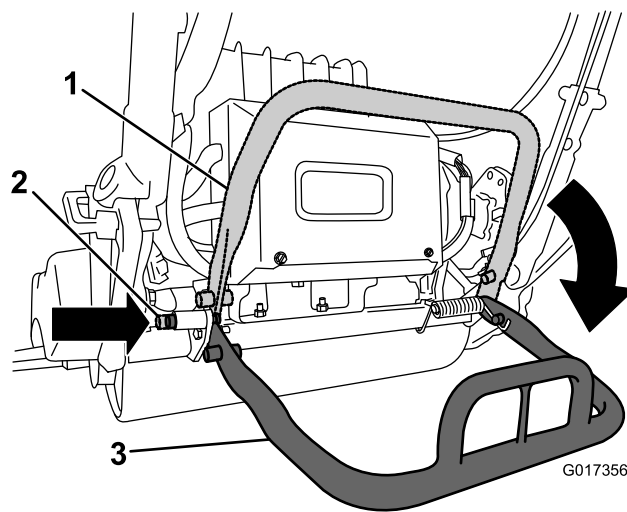

Рисунок 28
- Чтобы использовать откидную опору при демонтаже барабана, опустите ее и нажмите на стопорный штифт для фиксации опоры в рабочем положении (Рисунок 28).